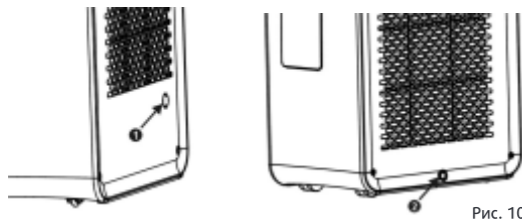

Рис. 10
При заполнении емкости для сбора конденсата воду необходимо сливать, иначе прибор не будет работать. Сливать конденсат необходимо, открыв нижнюю заглушку у основания прибора (Рис.10 поз.2).
Для постоянного отвода конденсата в условиях повышенного уровня влажности в помещении можно использовать отверстие для постоянного отвода конденсата в центре прибора (Рис.10 поз.1).
1. Когда устройство работает в режиме охлаждения, установка дренажной трубки для отвода конденсата не требуется, т.к. конденсат испаряется автоматически. Убедитесь, что когда устройство находится в работе, резиновая заглушка сливного шланга надежно закреплена (см. рис.10).
2. При работе в режиме обогрева выньте резиновую заглушку (2) сливного шланга (Рис.10), установите соответствующий сливной шланг, чтобы повысить эффективность обогрева.
3. При работе в режиме осушения выньте резиновую заглушку (2) сливного шланга, установите соответствующий сливной шланг.